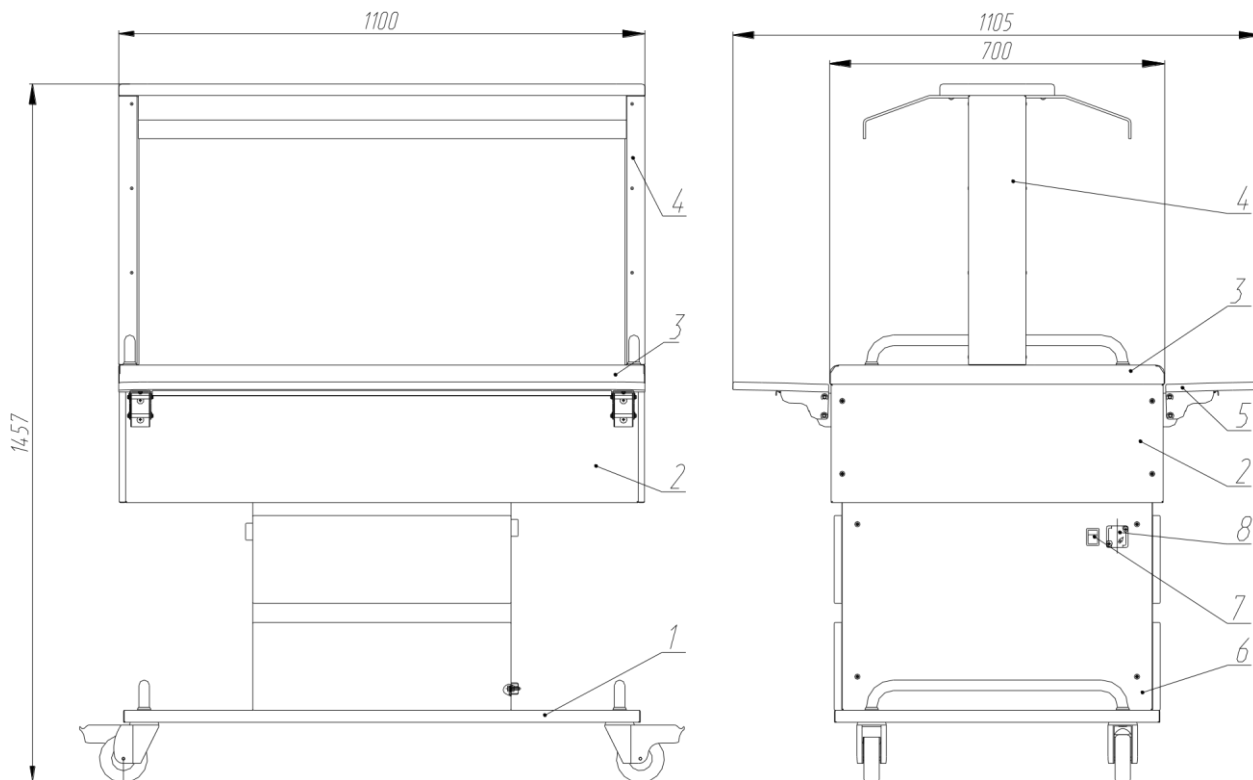

Рисунок 1- Внешний вид изделия
5.1 Изделие состоит из следующих основных элементов (рисунок 1):
6.2 Закрепите полки (поз.5) см. рис. 1. для этого: